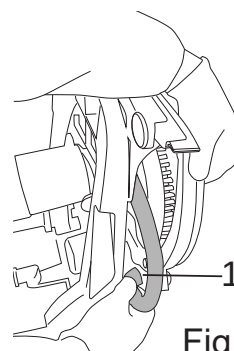

Fig.33
- Débrancher le tuyau de la soupape d'étranglement et du suceur arrière (Fig. 33-Rep.1).